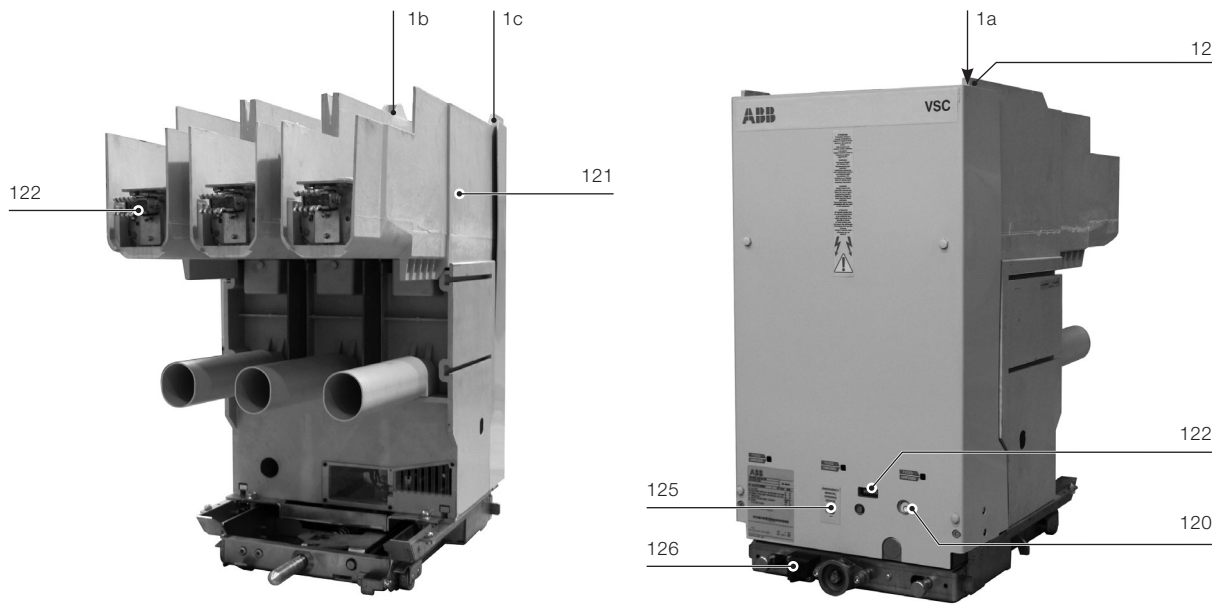
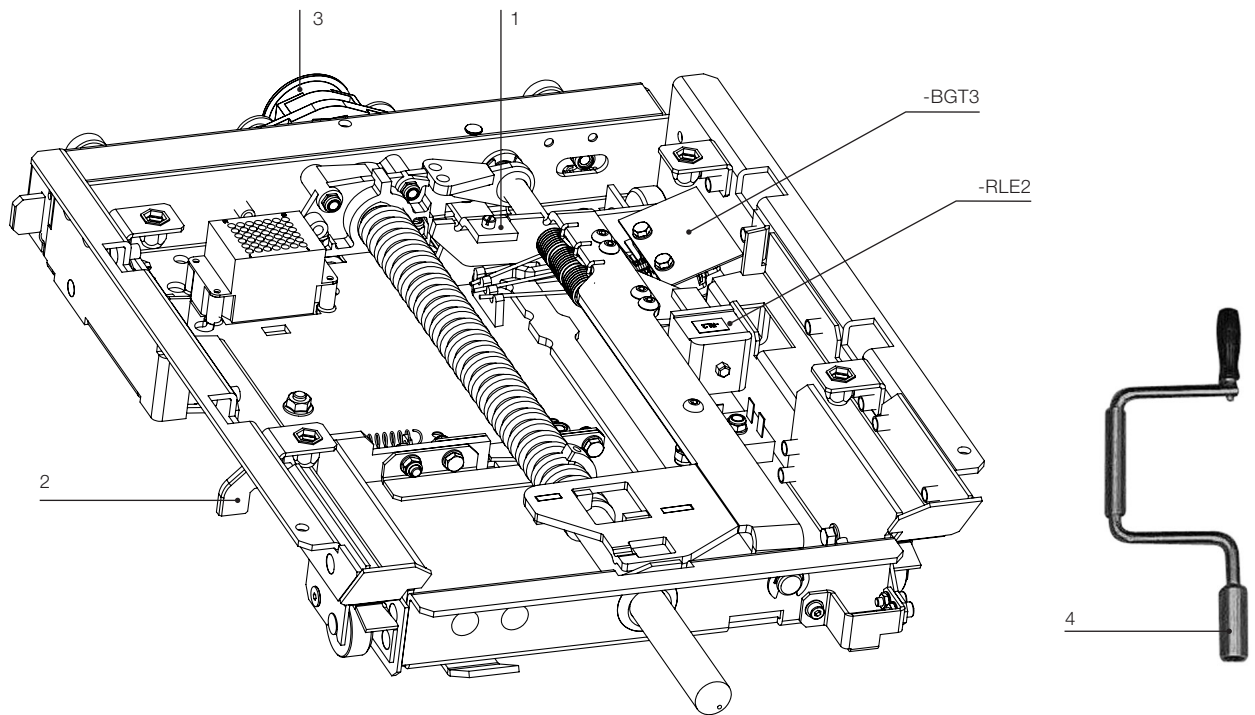

Fig. 12
Fig. 12a - Dispositivos de bloqueio no carro de extração.
- um porta-fusíveis provido de conexões para fusíveis (121). Na parte superior estão presentes os batentes 1a, 1b e 1c (fig. 12 - pág. 29) para o acionamento dos contatos da caixa para a sinalização da posição de conectado/teste/isolado.
- uma sinalização mecânica de estado aberto/fechado (120)
- os contatos de isolamento com pinça de entrada e de saída (122);
- um contator de manobras mecânico que indica o número de manobras executadas pelo contator (122);
- um dispositivo de abertura manual de emergência mesmo abaixo da média tensão (125);
- Bloqueio elétrico que impede o fechamento do contator quando o carro não está nas posições de “inserido” (200 mm), “teste” (47,5 mm) e “extraído”(0 mm) (-BT3) (fig. 12a).
- Bloqueio mecânico que impede a inserção e a extração do contator quando está fechado e o fechamento do contator quando o carro não está nas posições de “inserido” , “teste” e “extraído” (1) (fig. 12a).
- Eletroímã de bloqueio no carro do contator que, na ausência de tensão, impede a inserção ou a extração (-RLE2) (fig. 12a).
- Bloqueio mecânico que impede a inserção do contator se a porta da caixa não estiver fechada (exige a presença do intertravamento recíproco na parte fixa) (126).
- Bloqueio mecânico para a posição de “teste” (2) (fig. 12a).
- Bloqueio para correntes diferentes (5) (fig. 12a).